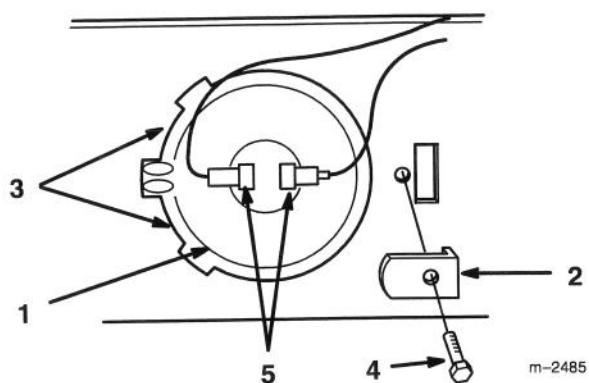

Figure 38
3. Retirer la vis de fixation de l'équerre de retenue (Fig. 38).
4. Soulever et tourner l'ampoule pour la sortir de la cavité (Fig. 38).
1. Placer le relief de positionnement à l'horizontale et tourner l'ampoule sous les languettes du côté gauche de la cavité (Fig. 38).
2. Bloquer l'ampoule dans la cavité au moyen de l'équerre de retenue et fixer celle-ci à l'aide de la vis (Fig. 38).
3. Enfoncer les connecteurs des fils sur les bornes de l'ampoule (Fig. 38).